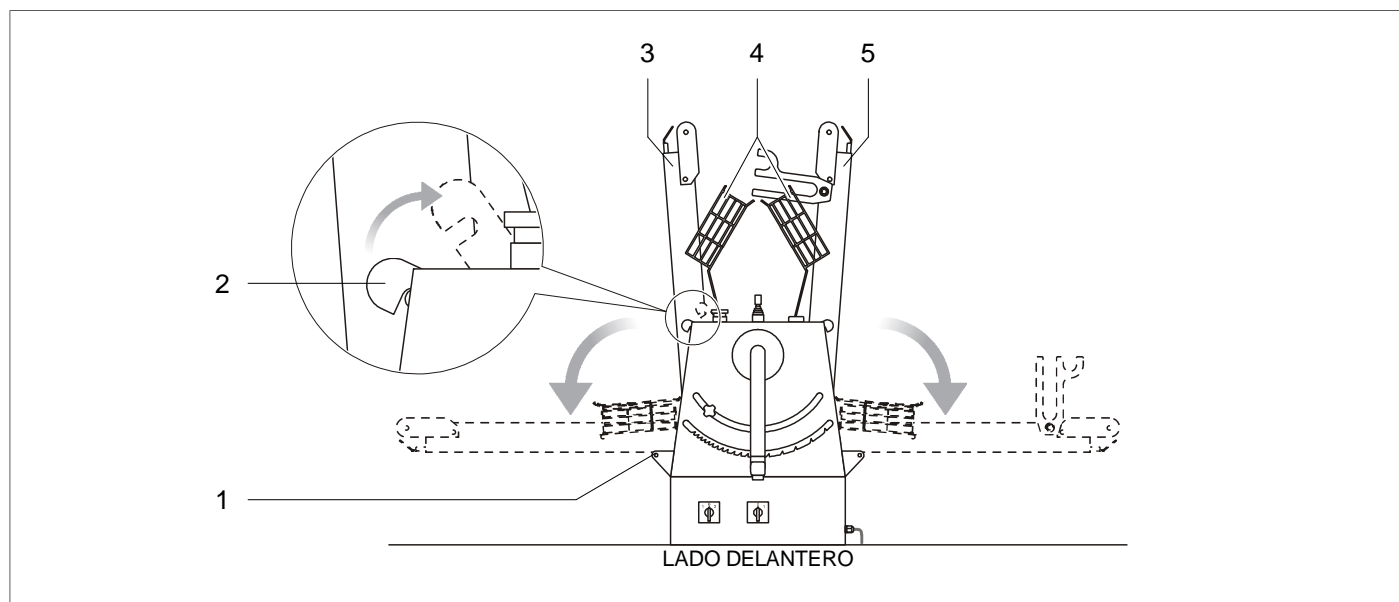

FIG. 6 (Apertura de las superficies de trabajo)
- 1) Manteniendo una mano sobre la superficie de trabajo IZQ. (FIG. 6 - Ref. 3) elevar el gancho de bloqueo superficie de trabajo (FIG. 6 - Ref. 2);
- 2) Bajar la superficie de trabajo IZQ. lentamente hasta que esté completamente apoyada sobre el soporte de la superficie de trabajo (FIG. 6 - Ref. 1);
- 3) Repetir las operaciones del punto 1) y 2) para la superficie de trabajo DER. (FIG. 6 - Ref. 5);
Bajar las rejillas de protección (FIG. 6 - Ref. 4) delicadamente hasta el tope.